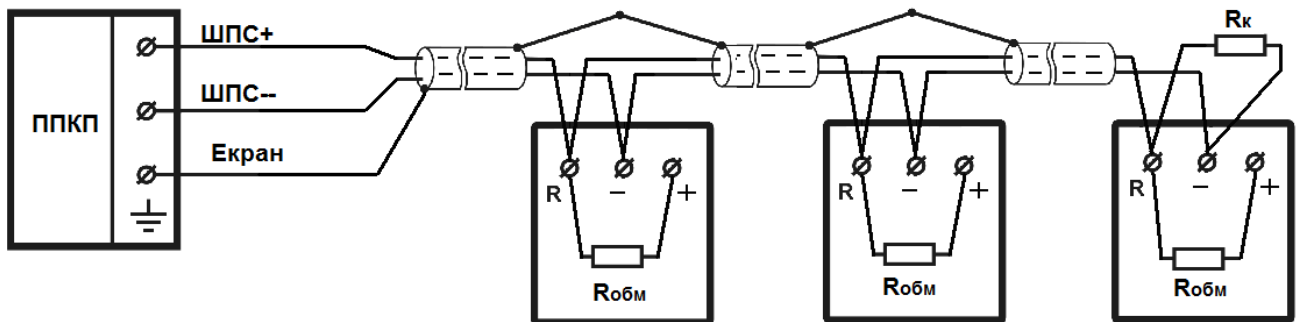
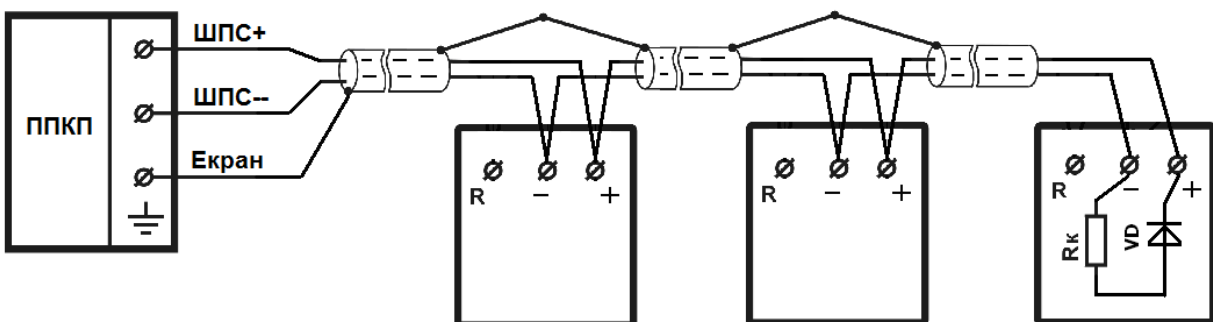

Рис. 3 Схема підключення сповіщувачів до ППКП із постійнострумовим живленням ШПС
Рис. 4 Схема підключення сповіщувачів до ППКП із знакозмінним джерелом живлення ШПС
5.5 Схеми підключення сповіщувача з різними типами ШПС наведені на рис. 3 – рис. 7.
6.4 Підключити ШПС до сповіщувача згідно рис. 3, рис. 4. Затягнути гвинти. Перевірити надійність з'єднання. Закрити кришку сповіщувача, сумістивши мітки на основі та кришці. Повернути кришку відносно основи, по ходу годинникової стрілки до упору.